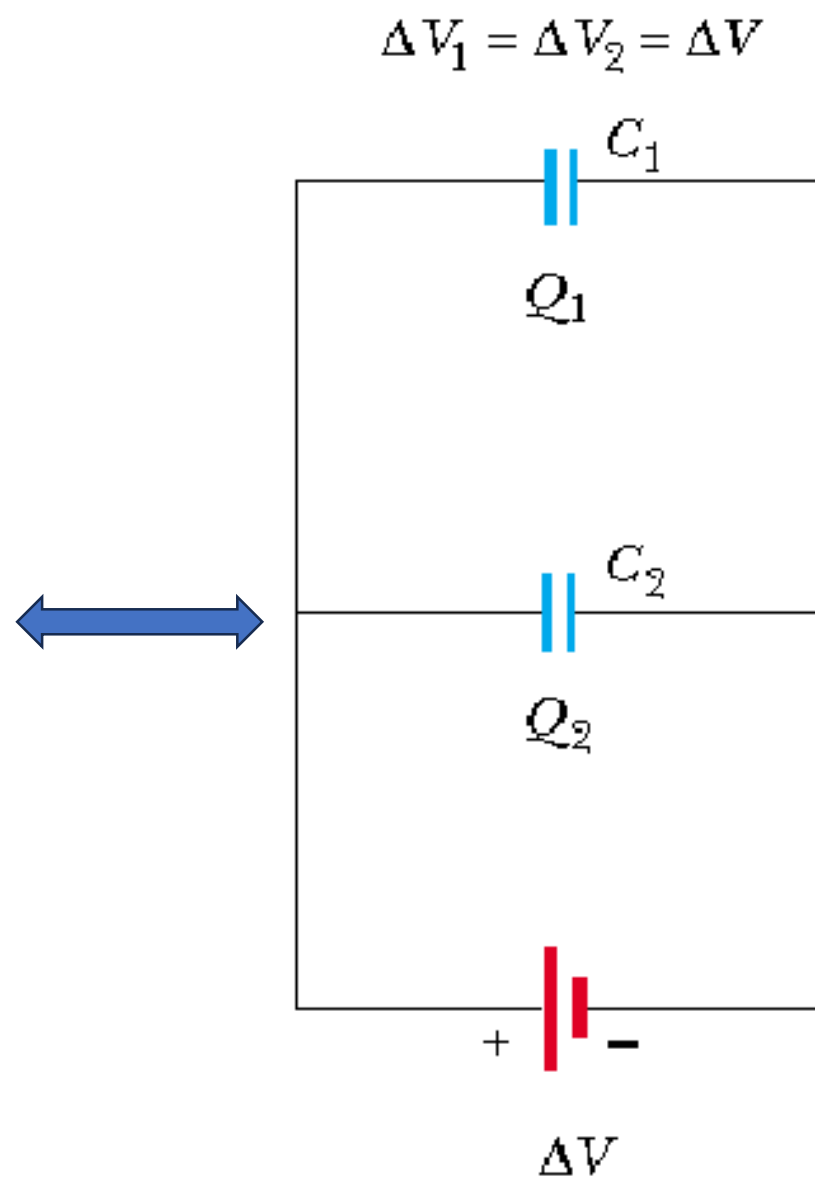

Figure 2
- Deux condensateurs connectés comme illustré sur la figure (1) forment un montage parallèle.
- La figure (2) représente le schéma de ce montage.
- Ainsi, la différence de potentiel aux bornes de chaque condensateur est identique et égale à la différence de potentiel appliquée au générateur (Figure 2).